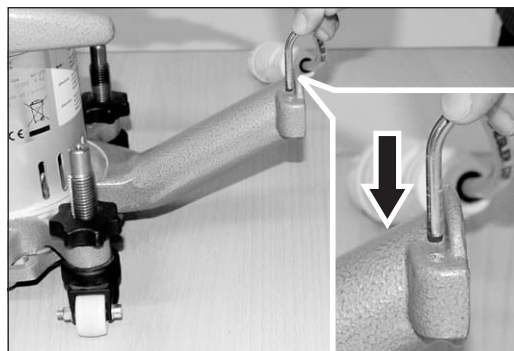

Abb. 4 Den Sackhaltebügel in die Bohrung am Absaugstutzen des Ventilatorgehäuses stecken.
- 2 Stecken Sie den Sackhaltebügel in die Bohrung am Absaugstutzen des Ventilatorgehäuses (Abb. 4).